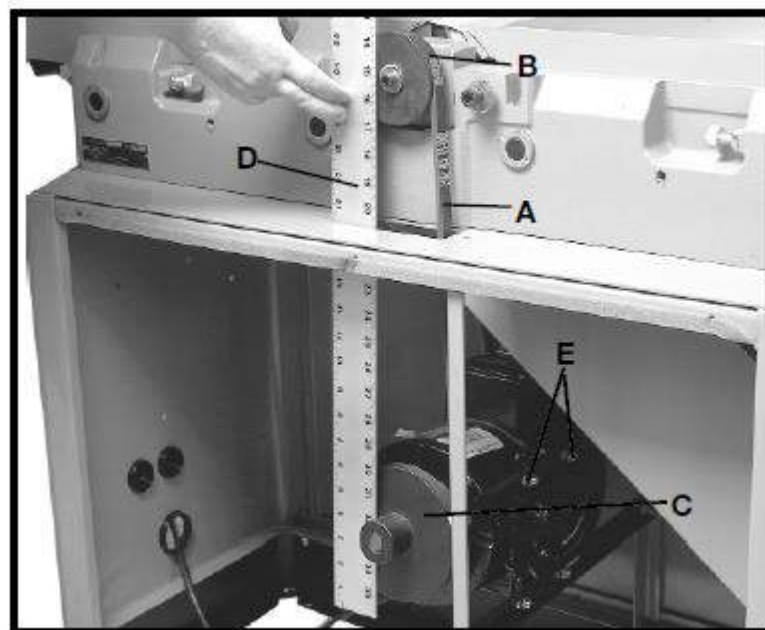

Рис. 6
1. Поместить ремень (А), рис. 6, в канавку шкива режущего вала (В) и шкива двигателя (С).
2. Проверить, чтобы шкив (С) двигателя, рис. 6, был надлежащим образом совмещён со шкивом (В) режущего вала, приложив поверочную линейку (D), рис. 6, к торцам каждого шкива, как показано на рисунке.
3. При необходимости в регулировке шкив двигателя можно перемещать вперёд-назад по валу двигателя, либо двигатель можно сместить, ослабив крепёжные болты, два из которых показаны в поз. (Е), рис. 6. После выполнения регулировки затянуть крепёжные элементы двигателя и установочный винт шкива двигателя.